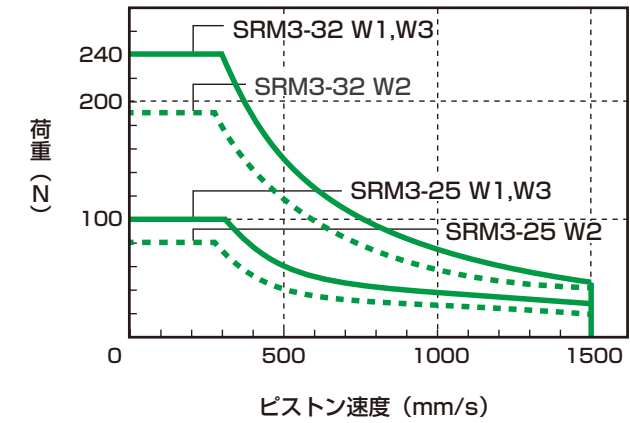
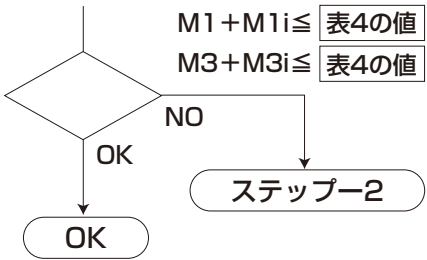

図3 SRM3-40,63のW1,W2,W3許容荷重
図8 SRM3の慣性力係数の傾向
- 各負荷を図3～図8から読み取った許容値で割り、荷重、モーメント率を求め、合計値が1.0以下であることを確認します。
(1)クッション部への突入速度（Va）と図8のSRM3の慣性力係数の傾向より、G係数を求めます。